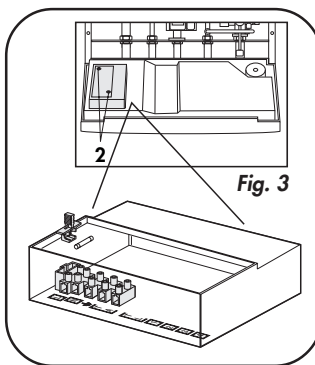

Fig. 3
- Svitare le viti 2 di fissaggio coperchio ed accedere ai collegamenti elettrici (fig. 3).